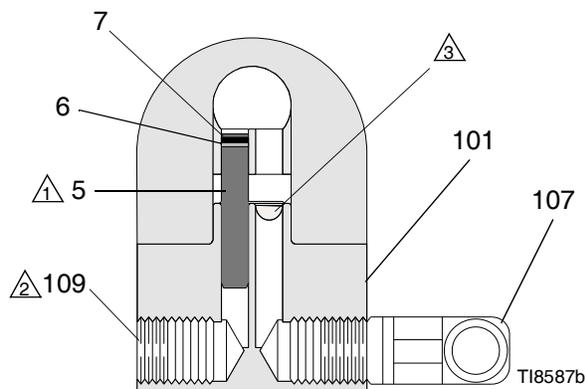

FIG. 1: Se muestra la configuración sin circulación (vista de corte)
1. Consulte la FIG. 1. Aplique lubricante antiagarrotamiento 222955 a las roscas y a las superficies de acoplamiento del colector (101), tapón (109) y codo (107), que se suministran desarmados.
2. Instale un codo (107) en una lumbrera de fluido del colector (101) y un tapón (109) en la otra lumbrera.
3. Instale el tapón interno (5) en la lumbrera de fluido de la pistola del mismo lado que el tapón del colector.
4. Conecte la manguera de suministro de fluido al codo del colector (107).
5. Instale la pistola en el colector usando los cuatro tornillos (17). Inicie las roscas de los cuatro tornillos y apriete primero los dos tornillos delanteros y luego apriete los dos tornillos traseros a 65 pulg-lb (7,3 N•m).
- ⚠ Sustitúyalo con un racor reductor (107) cuando se usa en sistemas con circulación.